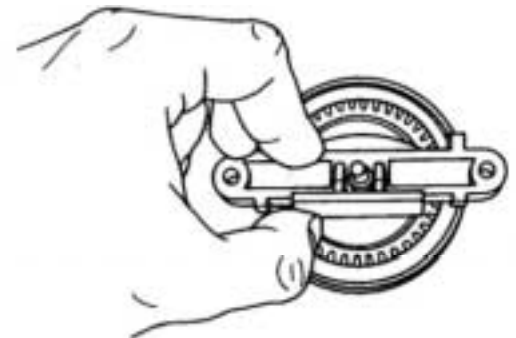

Figure 7.13
- B. Monter la barre de roulement dans le bloc distributeur comme le montre la Figure 7.13